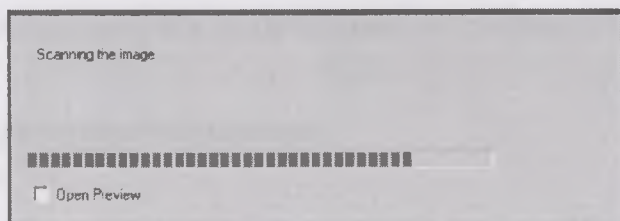

Рисунок 41
8.2.17 После завершения съемки на экране ПК появится окно выполнения процесса загрузки изображения (см. рисунок 41). Это означает, что изображение передается на ПК.